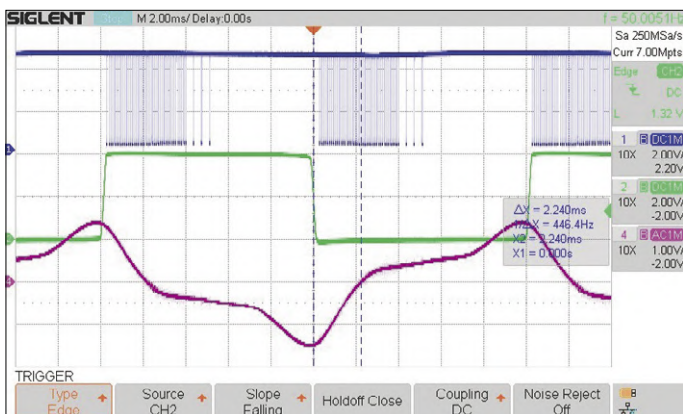
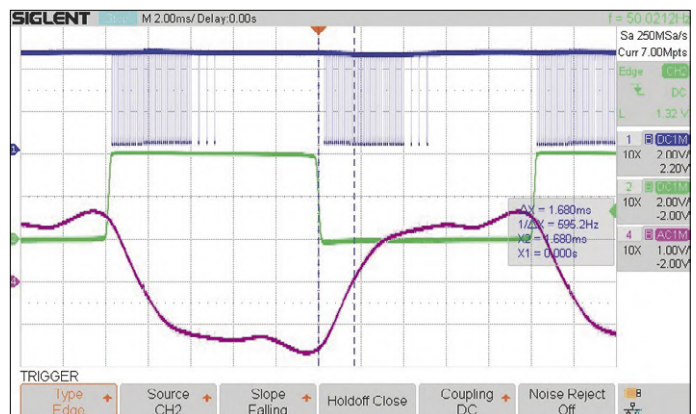

Bild 14. Trafostrom im Leerlauf. CH1 (blau): Gate-Impulse; CH2 (grün): Nulldurchgangs-Signal; CH4 (rot): Trafostrom.
Bild 15. Trafostrom bei kleiner Last. CH1 (blau): Gate-Impulse; CH2 (grün): Nulldurchgangs-Signal; CH4 (rot): Trafostrom.
**Bild 14** stellt den Trafostrom im Leerlauf dar. Das Nulldurchgangs-Signal zeigt den Bezug zur Netzspannung. Zu sehen ist der Magnetisierungsstrom, der im Spannungsnulldurchgang sein Maximum erreicht. Der weitere Anteil resultiert aus den Eisen- und Kupferverlusten des Trafos. Dass der Strom nicht exakt  $90^\circ$  nacheilt, liegt an Verlusten und Nichtlinearitäten des Kerns. **Bild 15** zeigt den Trafostrom unter Last. Laststrom und Magnetisierungsstrom sind überlagert. Die Phasenverschiebung wird durch die Last kleiner.